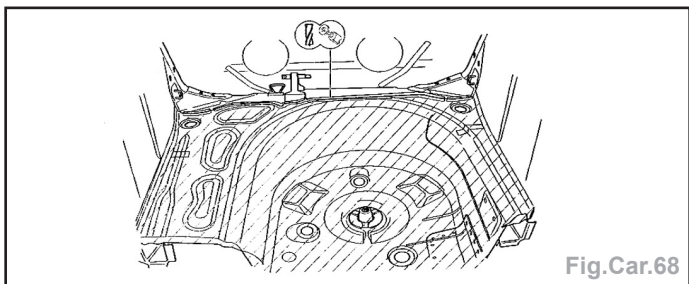

Fig.Car.68
- Fraiser et meuler les points de soudure électriques (Fig.Car.68).